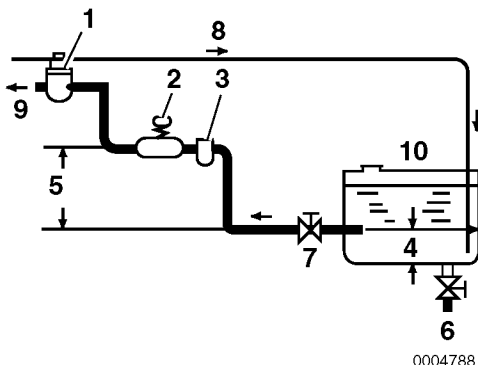

Figure 3
Installer drivstofflinjen fra drivstofftanken til drivstoffinnsprøytningspumpen som vist i **Figure 3**.
Den anbefalte drivstoff- / vannseparatoren (**Figure 3, (3)**) (ekstraustyr) er installert på midtseksjonen på den linjen.